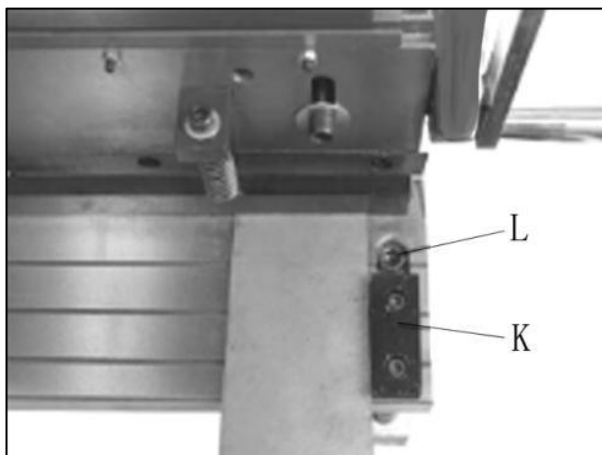

Figura 7
11. Posizionare il pezzo da lavorare contro il blocco guida sul bordo destro del tavolo (K, Figura 7). L'estremità del pezzo in lavorazione deve essere contro la guida piatto.
17. Se la cesoia non taglia la carta, allentare la vite (L, Figura 7) su ciascuna estremità della tavola, con chiave esagonale da 6 mm.